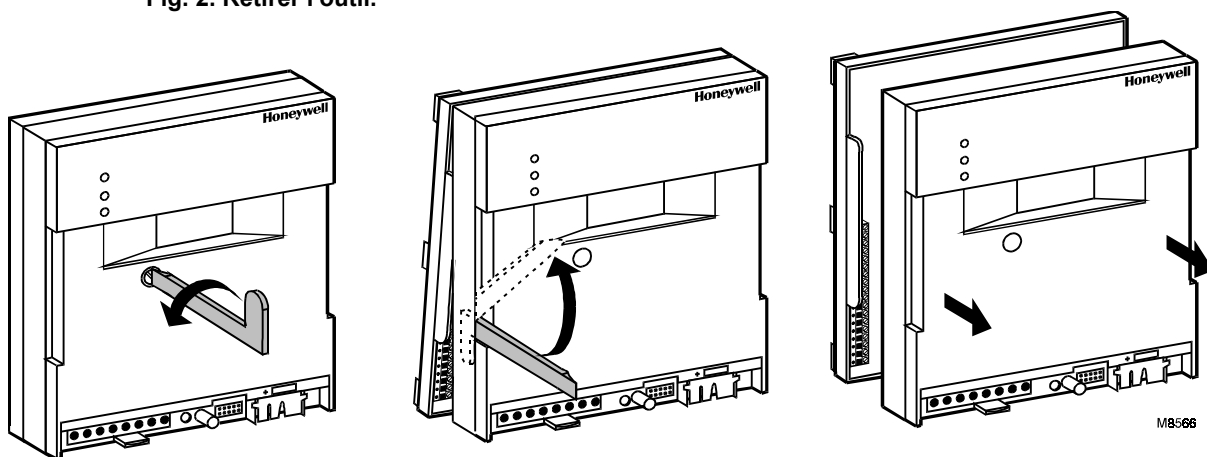

Fig. 3. Retirer la vis en laiton et séparer le boîtier du module Q7750A de l'embase.
3. Séparer le boîtier de l'embase. Voir Fig. 3.